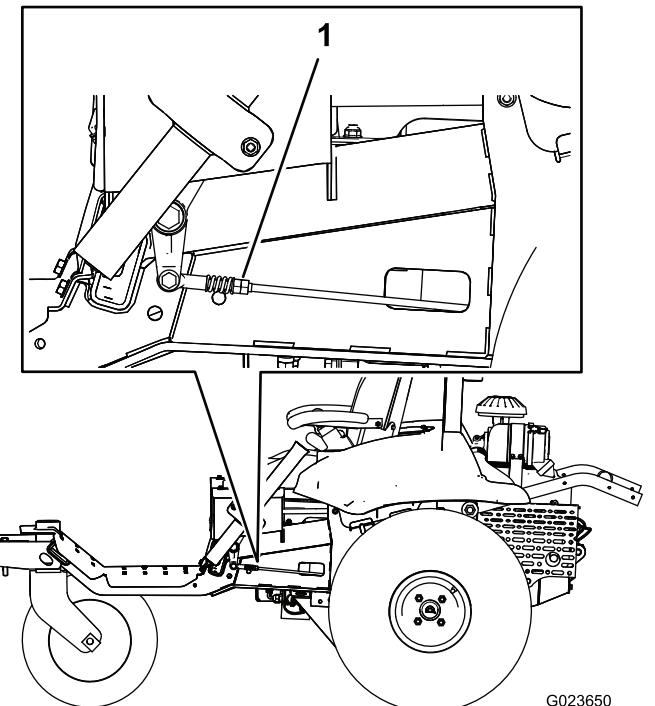

Figure 61
7. D'un côté de la machine, tournez lentement les doubles écrous sur la tringlerie (Figure 61) jusqu'à ce que la roue de ce côté se mette à tourner ; tournez ensuite les doubles écrous dans l'autre sens jusqu'à ce que la roue tourne dans la direction opposée.